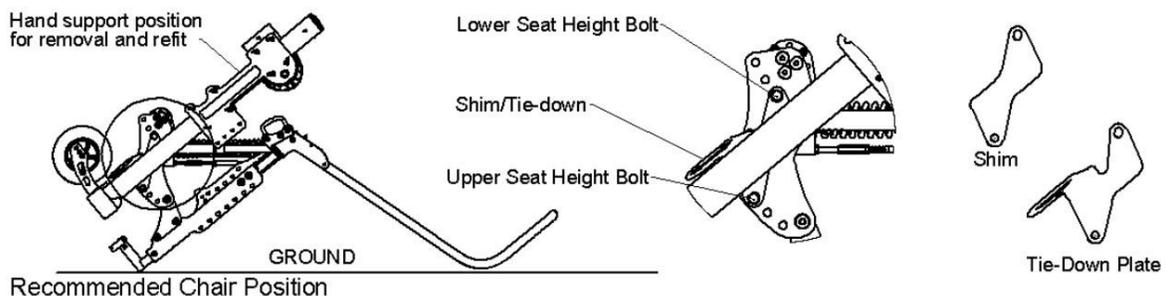

Figure 10.27 : Position recommandée du fauteuil
1. Retirez les roues, le tubes de repose-pieds et les accoudoirs du fauteuil. Basculez-le vers l'avant afin qu'il repose sur le poteau arrière et les récepteurs de tubes de repose-pieds, comme illustré à la Figure 10.27.